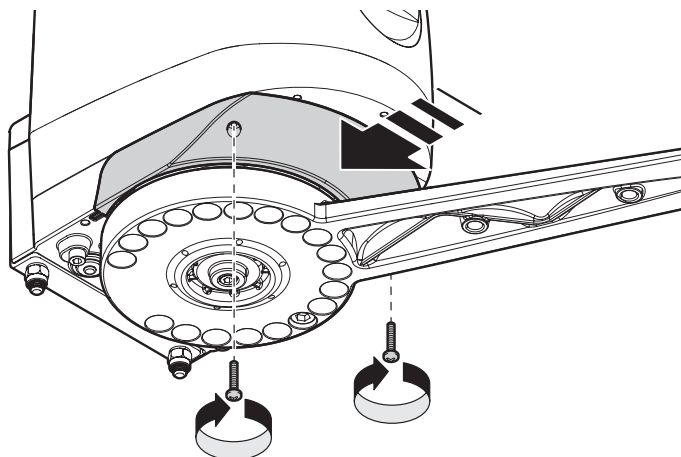

Fig.19
08. Rimontare il coperchio e fissare le due viti **fig. 19**;